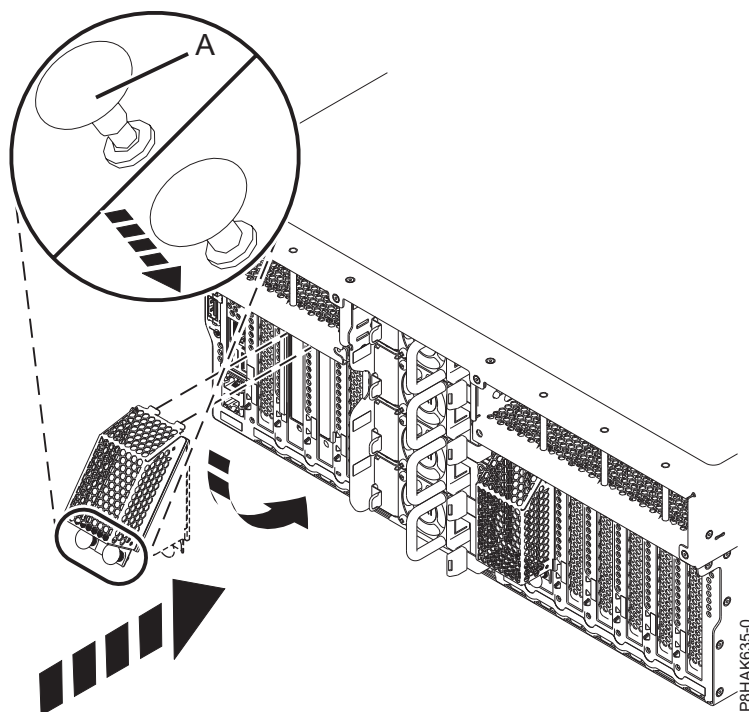

Figure 10. Fixation du blindage de protection à la carte GPU
- a. Tirez sur le bouton de verrouillage (A) pour le mettre en position d'ouverture si ce n'est pas déjà le cas. Voir figure 10.
- c. Appuyez sur le bouton de verrouillage (A) dans la direction illustrée dans la figure 10 pour fixer le blindage.